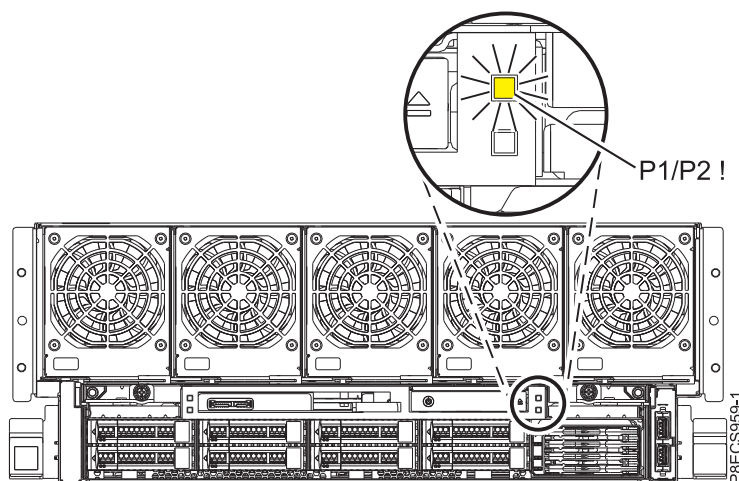

Figura 2. LED indicador d'error **P1/P2 !** frontal al sistema 8408-44E o 8408-E8E.
8. Fixeu-vos en l'estat del LED indicador d'error **P1/P2 !**, que es troba a la part frontal del sistema 8408-44E o 8408-E8E tal com es mostra a la Figura 2.